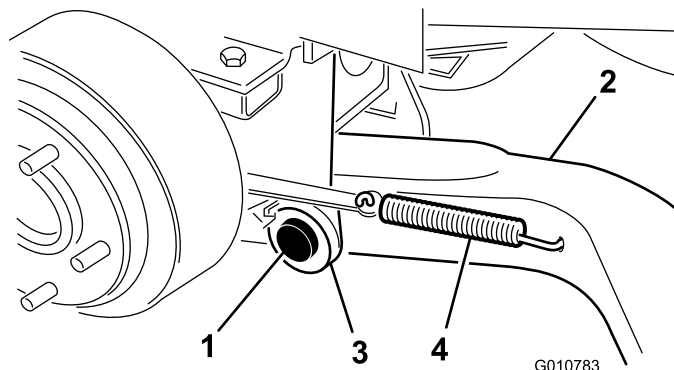

Figura 3
4. Montate un braccio di sollevamento sulla staffa orientabile con un perno girevole e una coppiglia (Figura 3). Montate il braccio di sollevamento con la parte piegata collocata verso l'esterno.
5. Agganciate la molla di ritorno del freno nel foro presente sul braccio di sollevamento (Figura 3).